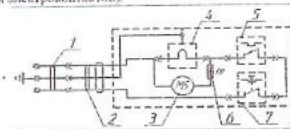

Рисунок 1
4.3 Подключение электродогревателя (как электроприбора класса защиты I) допускается только к трехпроводной (с контуром заземления) однофазной питающей сети 220 В (см. рис. 1).